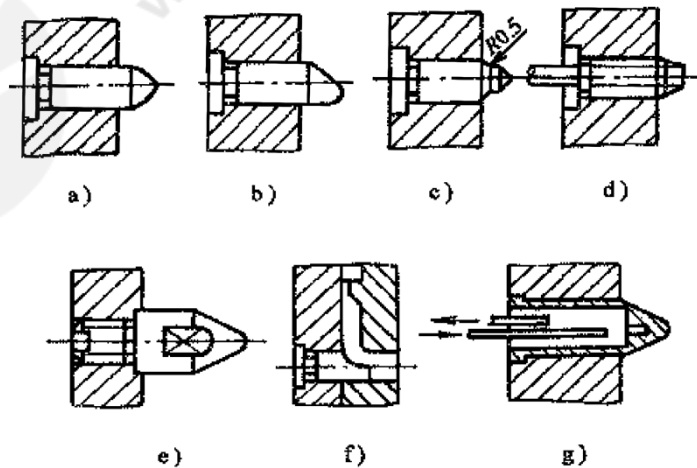

图 2 分流锥的主要结构形式
29.如图 2 所示分流锥的主要结构形式, 指出广泛应用的是哪一种? 对直浇道拉力最大的是哪一种? 拆装方便的是哪一种? (4 分)